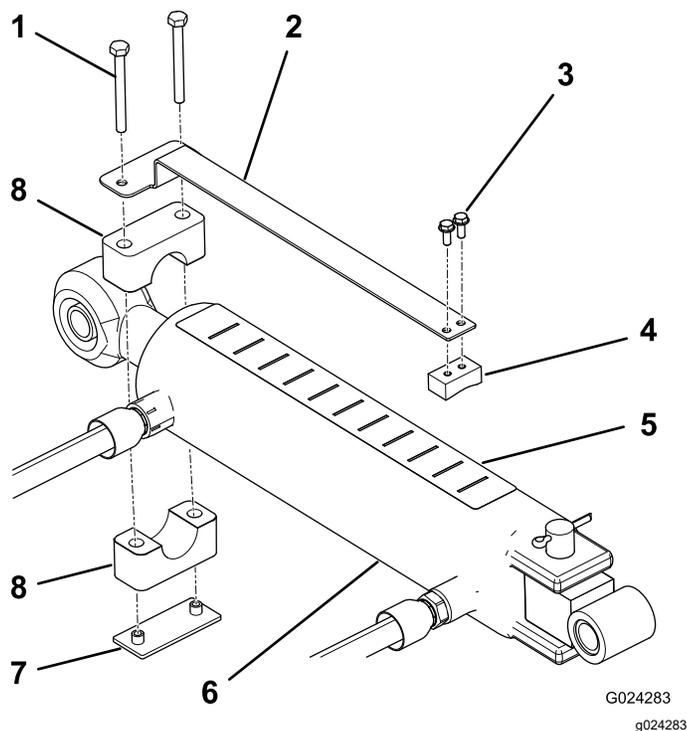

Figure 8
1. Montez la jauge de profondeur sur le côté plat du bloc coulissant au moyen de 2 vis d'assemblage (n° 10 x 1/2"), en plaçant les composants comme montré à la Figure 8.
2. Au moyen du collier de tube, de la plaque soudée et de 2 vis (1/4" x 2 1/2"), fixez légèrement la jauge de profondeur sur le côté tige du vérin du bras d'attelage supérieur (Figure 8). Ne serrez pas trop les colliers pour leur permettre de pivoter à la position voulue.
4. Apposez l'autocollant au sommet du vérin dans un endroit visible depuis la position de conduite, mais qui ne gêne pas les flexibles hydrauliques (Figure 8).